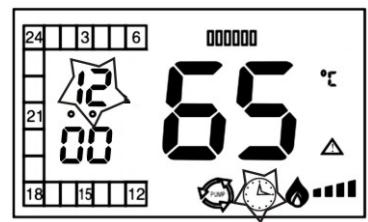

Рис.7
7. Подключить комнатный регулятор температуры при помощи двухжильного провода 2х0,75мм² к клеммам котла(рис.7).
При повторном нажатии кнопки [TIMER] выключается индикатор таймера (рис.7), и водонагреватель продолжает работу в режиме отопления без учета времени.